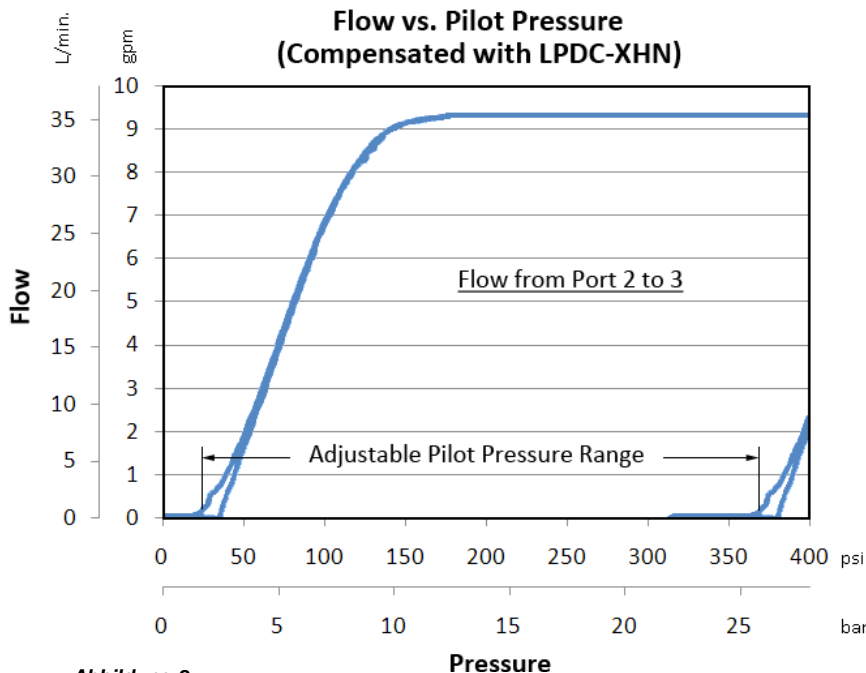

Abbildung 2
- Um die Stromregelgenauigkeit zu steigern, kann ein weiteres Ventil zur Druckkompensation verwendet werden. Hierdurch wird ein konstanter Druckabfall von 14 bar über der Proportionaldrossel erzeugt. Dies führt zu einem konstanten Volumenstrom, der unabhängig vom Last- und Versorgungsdruck ist (Beispiel: **Abbildung 2**).
- Die Ventile mit einer L-Verstellung können dem Pilotdruckbereich angepasst werden. Der Einstellbereich liegt zwischen 3,5 und 20 bar. Die Standardeinstellung beträgt 7 bar (siehe **Abbildung 2**).